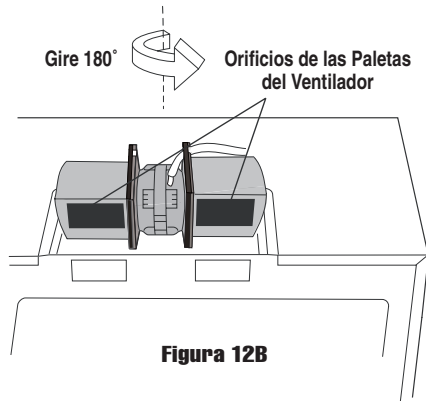
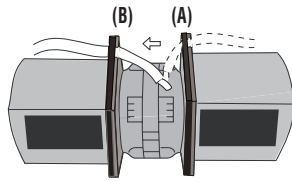
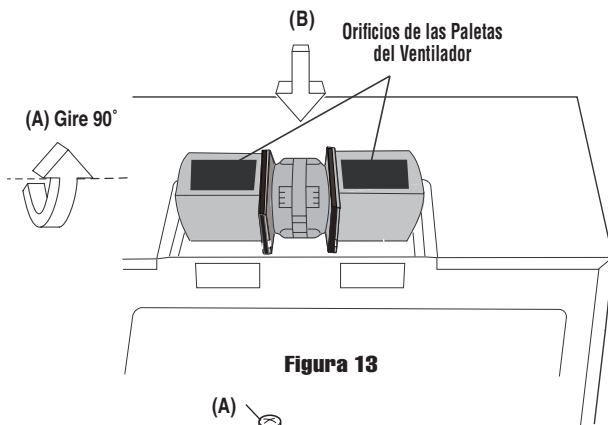

Figura 12B
Figura 12C
Figura 13
3. Gire el ventilador de la campana 180° para que los orificios de las paletas del ventilador queden mirando hacia el horno. Consulte la Figura 12B en la página 6. Cambie el cable del ventilador del horno de (A) a (B). Consulte la Figura 12C en la página 6. Después gire el ventilador del horno 90° de manera que los orificios de las paletas del ventilador queden mirando hacia la parte superior del horno. Vea la Figura 13 de la página 6. Coloque nuevamente la unidad de ventilador de la campana en el horno. Tenga cuidado de no atrapar el conductor entre el soporte interior y la unidad de ventilador de la campana. Coloque el conductor en la caja de alambres.